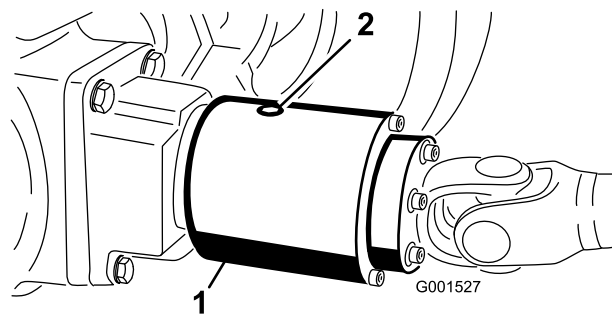

Figure 63
2. Tournez l'embrayage (Figure 63) pour placer le bouchon de contrôle à la position 4:00 heures.